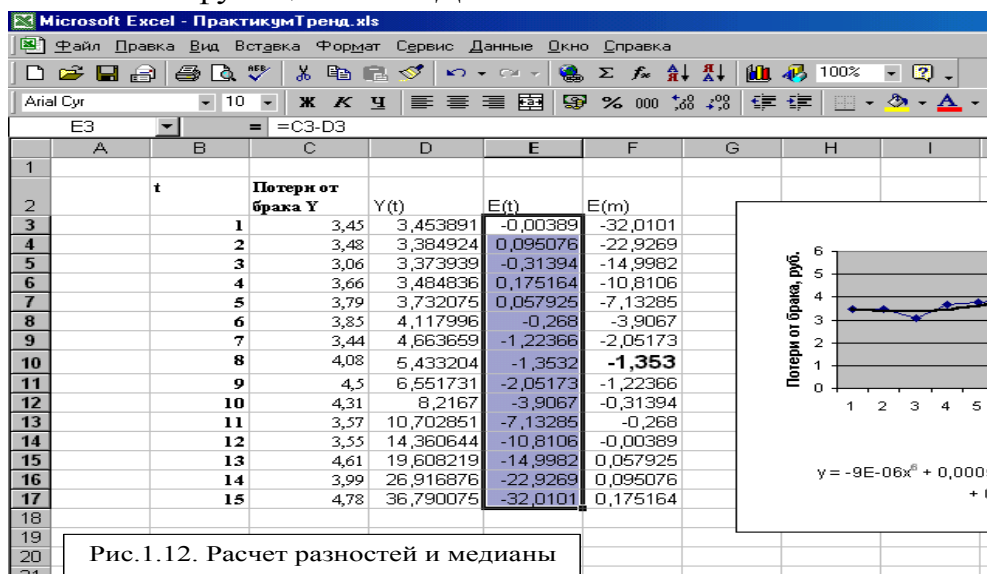

Рис.1.12. Расчет разностей и медианы
2.3. Рассчитать медиану  $E(m)$  как срединное значение ряда  $E(t)$ . Для этого скопировать значения разностей  $E(t)$  и с помощью *Специальной вставки* перенести только значения в столбец  $E(m)$ , расположить их в порядке возрастания и выделить медиану – значение, соответствующее срединному или в нашей задаче 8-ому значению (Рис.1.12). Иначе – воспользоваться функцией МЕДИАНА.